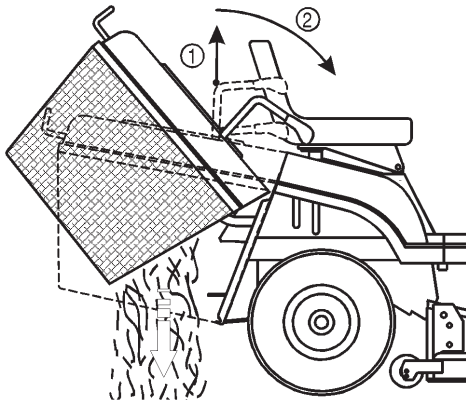

Bild 16
2. Ziehen Sie den teleskopischen Kipparm heraus und schieben Sie ihn nach vorne und unten, um das Heckfangsystem zu entleeren (Bild 16).